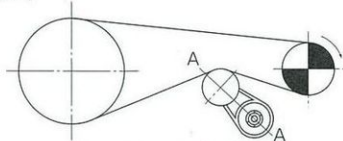

図1 テンショナの位置（正面）
- 2) 図1のようにローラチェーンのたるみ側にテンショナを取付けるために、まずアイドルスプロケットでローラチェーンを押し付けた状態で、テンショナの取付け位置（ボルト穴）を決めてください。